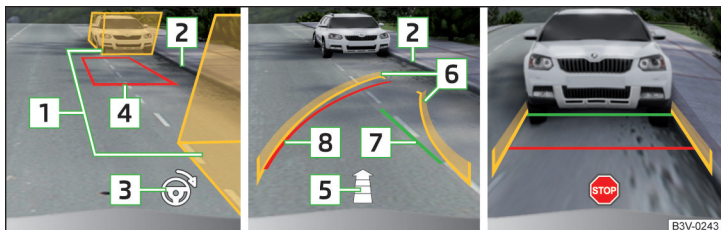

Fig. 179 Indicatoarele de pe afișaj
- Oprțiți autovehiculul astfel încât în spațiul dintre casetele ajutătoare **[1]** » fig. 179 să nu se afle niciun obstacol, iar caseta din spate să nu treacă peste limita laterală a spațiului de parcare (de ex. bordură) **[2]**.